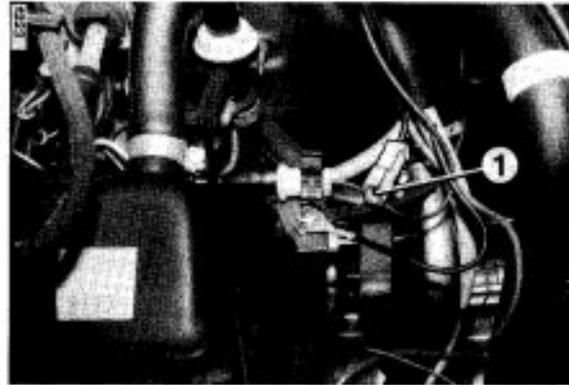

Bild 1
4. LEERLAUFÜBERPRÜFUNG UND -EINSTELLUNG (Bild 1–3)